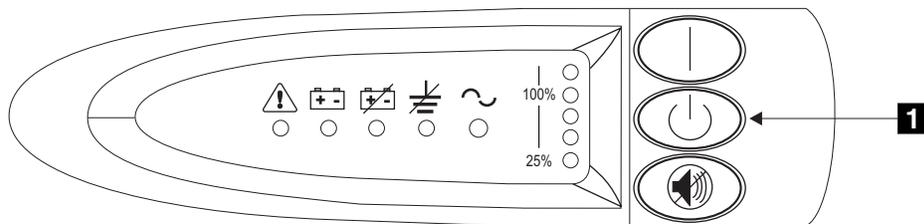

図 108. 無停電電源装置のフロント・パネル・アセンブリー
1. 無停電電源装置の前部のオフ・ボタン **1** を、約 5 秒間または長いビープ音が停止するまで押し続けます。 図 108 を参照してください。
1. 無停電電源装置の前部のオフ・ボタン **1** を、約 5 秒間または長いビープ音が停止するまで押し続けます。190 ページの図 108 を参照してください。
1. 無停電電源装置の前部のオフ・ボタン **1** を、約 5 秒間または長いピープ音が停止するまで押し続けます。 190 ページの図 108 を参照してください。